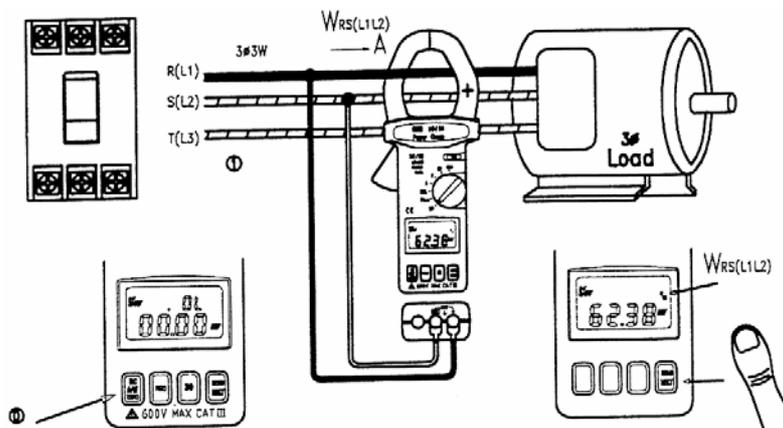

Рис. 7
7.2 Сначала замеряется W_{RS} (или W_{L1L2}) (см. рис. 7).